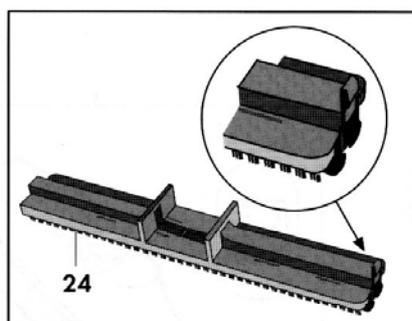

Fig. 10
Il telaio setolato per pavimenti e superfici solide (24) (**Fig. 10**)